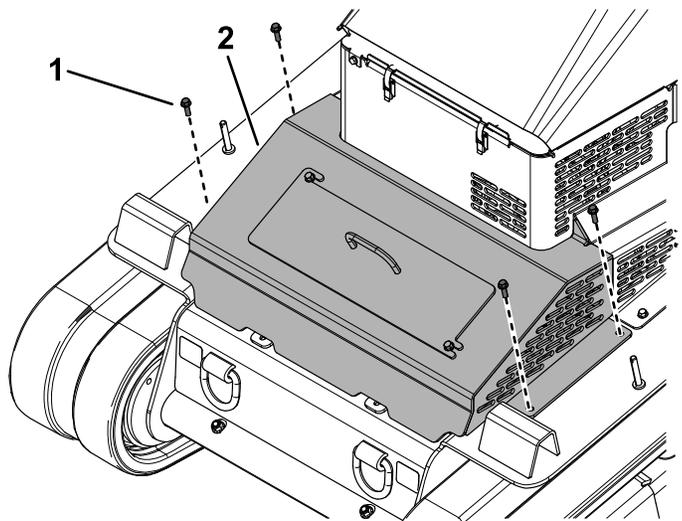

Рисунок 46
2. Отверните 4 болта крепления крышки в сборе к машине (Рисунок 46).
3. Снимите крышку в сборе (Рисунок 46).